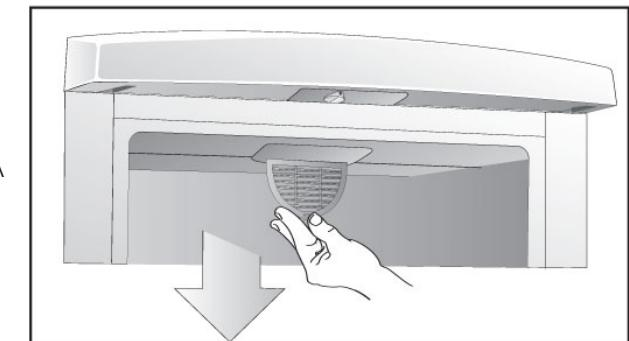

fig. 3A
Remplacez l'ampoule (fig. 3A en 3B)
- Enlever la protection ampoule (fig. 3A).